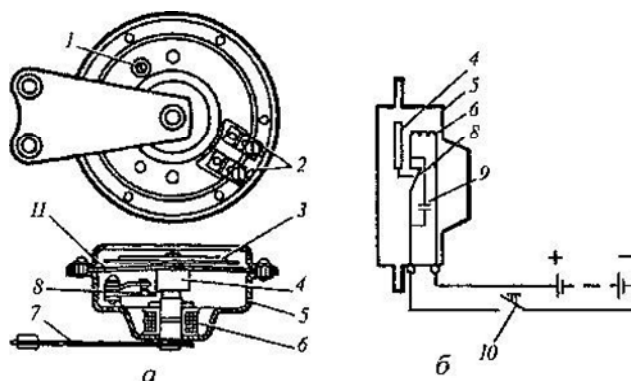

Рис.1. Звуковой сигнал: а — чертеж; б электрическая схема
2. Звуковые колебания создаются (рис.1):
3. Сердечник 4 (рис.1):